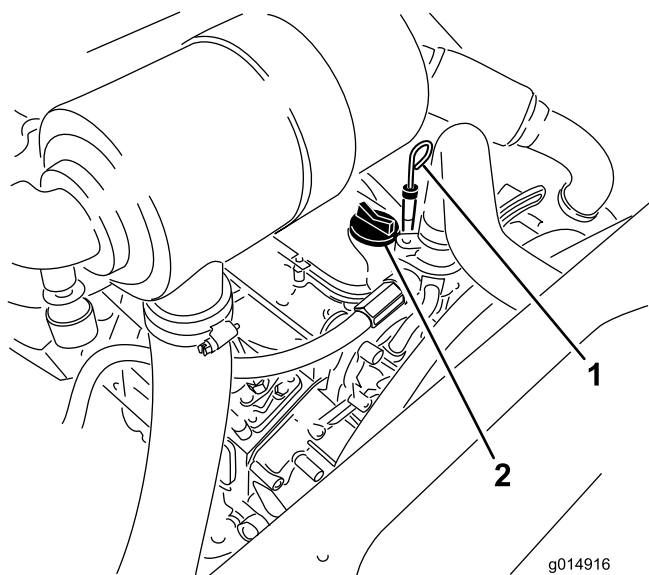

Figura 35
3. Retire la varilla, límpiela, y vuelva a colocarla (Figura 35).
5. Si el nivel de aceite está por debajo de la marca Lleno, retire el tapón de llenado (Figura 35) y añada aceite hasta que el nivel llegue a la marca Lleno.